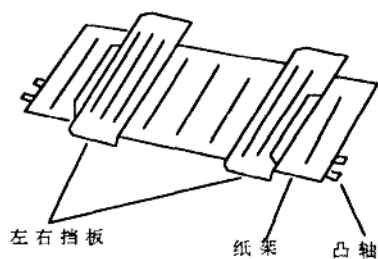
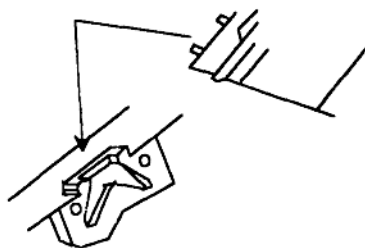
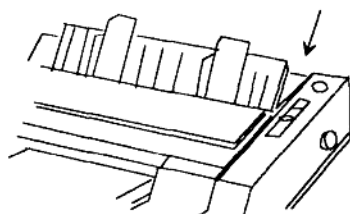

图8a 导纸板全图
图8b 导纸板安装图
图8c 导纸板放置位置1
1. 导纸板: 随机散装成三部分, 包括纸架和左右档板各一个, 使用前首先将左右档板分别安装在纸架上(如图8a), 将导纸板两边的凸轴插入机架上的凹槽中(如图8b)即可。安装好的导纸板的放置位置有以下两种(如图8c及图8d)。